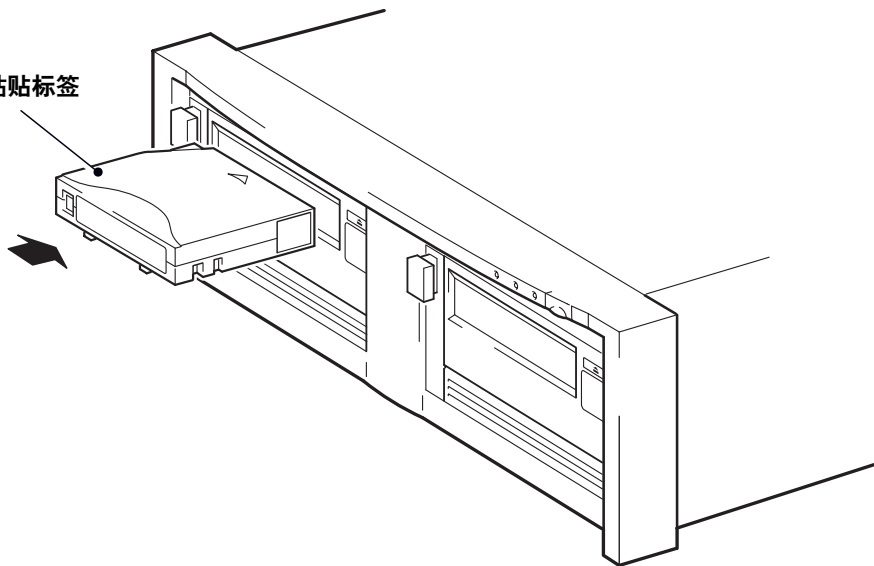

图 6a: 装入盒式磁带
- 1 将盒式磁带插入磁带机前端的插槽中，使白色箭头在最上面且朝向磁带机挡门。轻轻推压，直到磁带机接收磁带并将其装入。（见图 6a。）